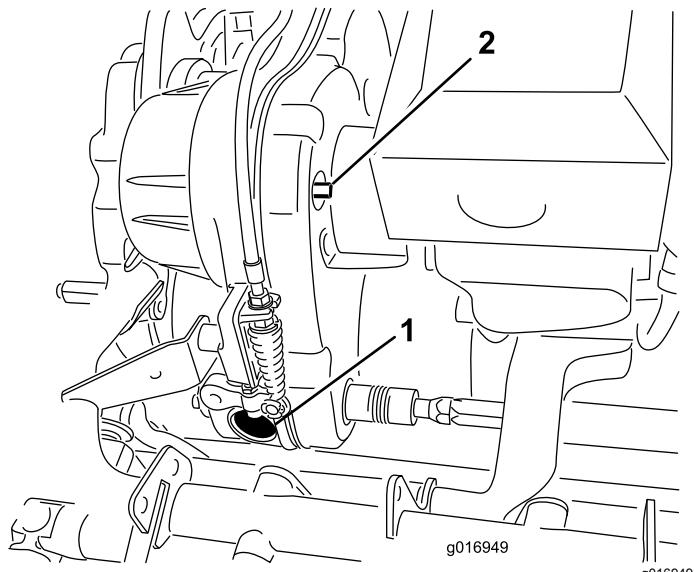
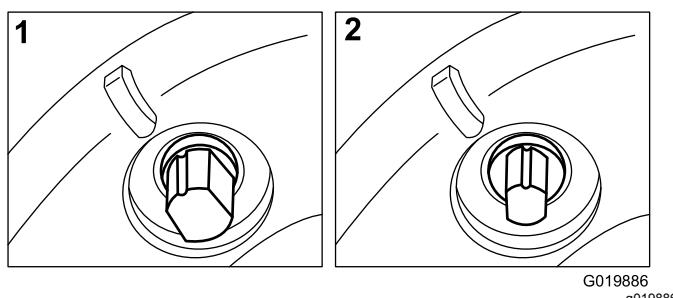

Figura 46
Figura 47
Retire el tapón de goma (Figura 46) del orificio de la parte delantera de la transmisión para inspeccionar visualmente el embrague del molinete al realizar los ajustes.
La correa de transmisión está tensada por una polea tensora a resorte. Si es necesario eliminar o restaurar la tensión en la correa, utilice una llave de 10 mm para girar el eje de engranado/desengranado (Figura 46) a la posición deseada. Gira el eje  $\frac{1}{4}$  de vuelta ( $90^\circ$ ) en sentido horario para separar la polea tensora de la correa (Figura 47).
**Nota:** Retire el tapón de goma (Figura 46) del orificio de la parte delantera de la transmisión para ver el embrague del molinete.